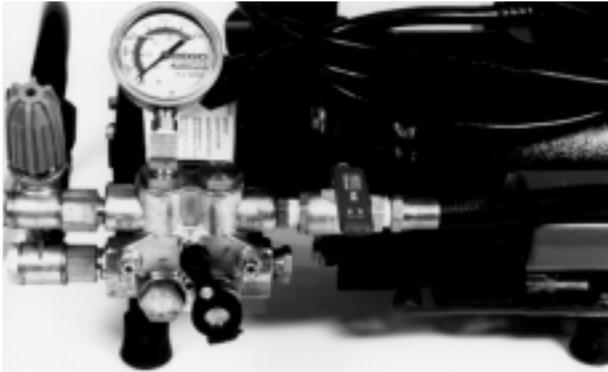

Figura 6 – Para El Chorro Normal
Coloque el impulsor de pulsación (#1) a la posición de **APAGADO (OFF)**. Coloque la válvula de pulsación de las unidades KJ-1350-2 y KJ-1750 (#2) a la posición de **ENCENDIDO (ON)**. Esto causa una bajada ligera en presión y flujo pero produce una acción de pulsación. La pulsación producida y la vibración de la manguera facilita para alimentar a mano la manguera de chorro. (Figura 6)